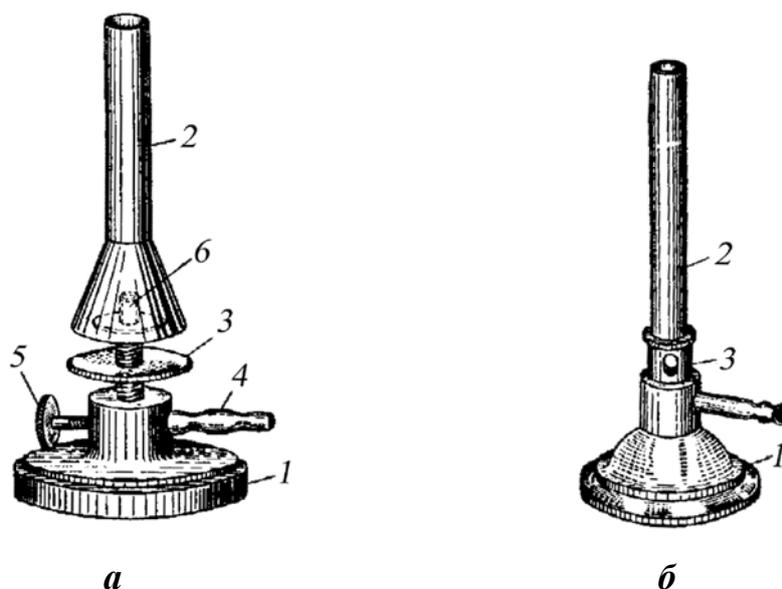

Рис. 1. Лабораторные газовые горелки:
В лабораториях обычно используют газовые *горелки Теклю* (рис. 1, *а*) или *Бунзена* (рис. 1, *б*). *Горелка Теклю* состоит из подставки (1), на которой укреплены трубка (2) и диск (3). Газ в горелку поступает через отросток (4), соединяющийся с газовым краном резиновым шлангом. Резиновый шланг должен быть упругим, эластичным и плотно надеваться как на отросток горелки, так и на отросток газового крана. Газ в трубку горелки из отростка (4) поступает через трубочку (6), а в щель между диском (3) и нижней конической частью трубки поступает воздух, который смешивается с газом в длинной трубке (2). В зависимости от количества подаваемого воздуха изменяется и степень сгорания газа, а следовательно, и температура пламени. Если диск (3) вплотную довести до конической части трубки, т. е.